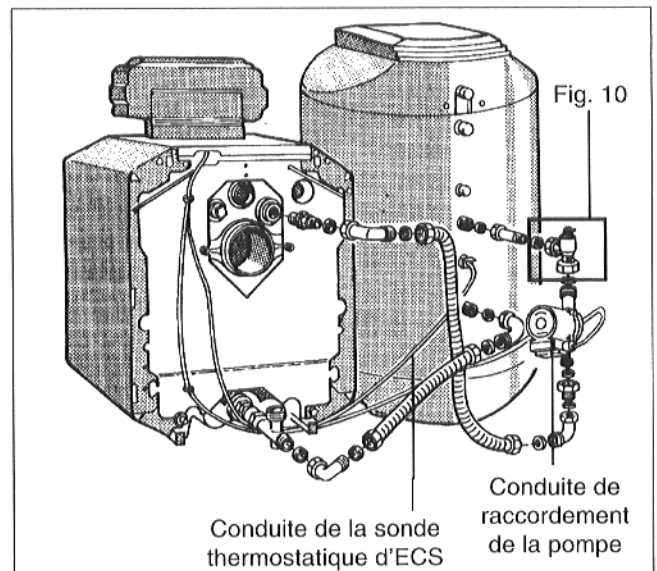

Fig. 9
- Guider avec soin la conduite de la sonde thermostatique d'ECS et la conduite de raccordement de la pompe (notices de montage de la chaudière et du préparateur ; fig. 9).
- Remplir lentement l'installation par le robinet de remplissage et de vidange (fig. 9).